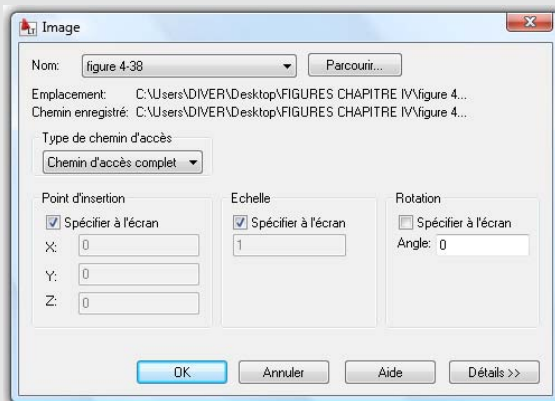

Figure 18
11. La boîte de dialogue de l'option Insertion d'image raster s'affiche (voir Figure 18). Cherchons l'image que l'on souhaite insérer en cliquant sur Parcourir, puis indiquons le chemin pour trouver l'image sur votre ordinateur et paramétrons les options de la boîte de dialogue. Vous pouvez par exemple, comme c'est le cas ici,